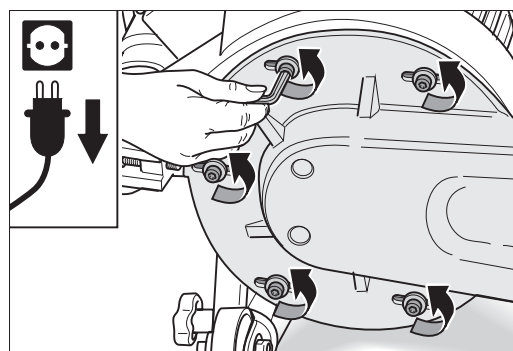

Abb. 57: Lösen der fünf Befestigungsschrauben des Vorsatzes. Die Schrauben nicht ganz herausdrehen!
- 5 Lösen Sie mit dem entsprechenden Innensechskantschlüssel alle fünf Schrauben, mit denen der Vorsatz am Ventilatorgehäuse angebracht ist (Abb. 57). Drehen Sie diese Schrauben nicht ganz heraus!